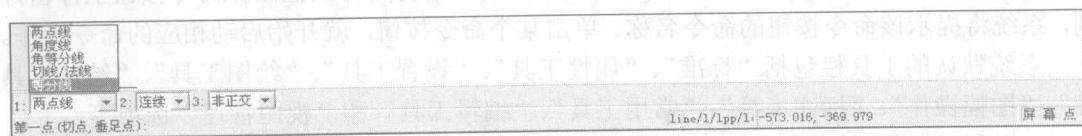

图 1-5 直线立即菜单
(2) 立即菜单是针对某个命令出现的菜单，描述了该项命令执行的各种方式和使用条件。根据当前的作图要求，正确地选择某一选项，即可得到准确的响应，如图 1-5 所示。